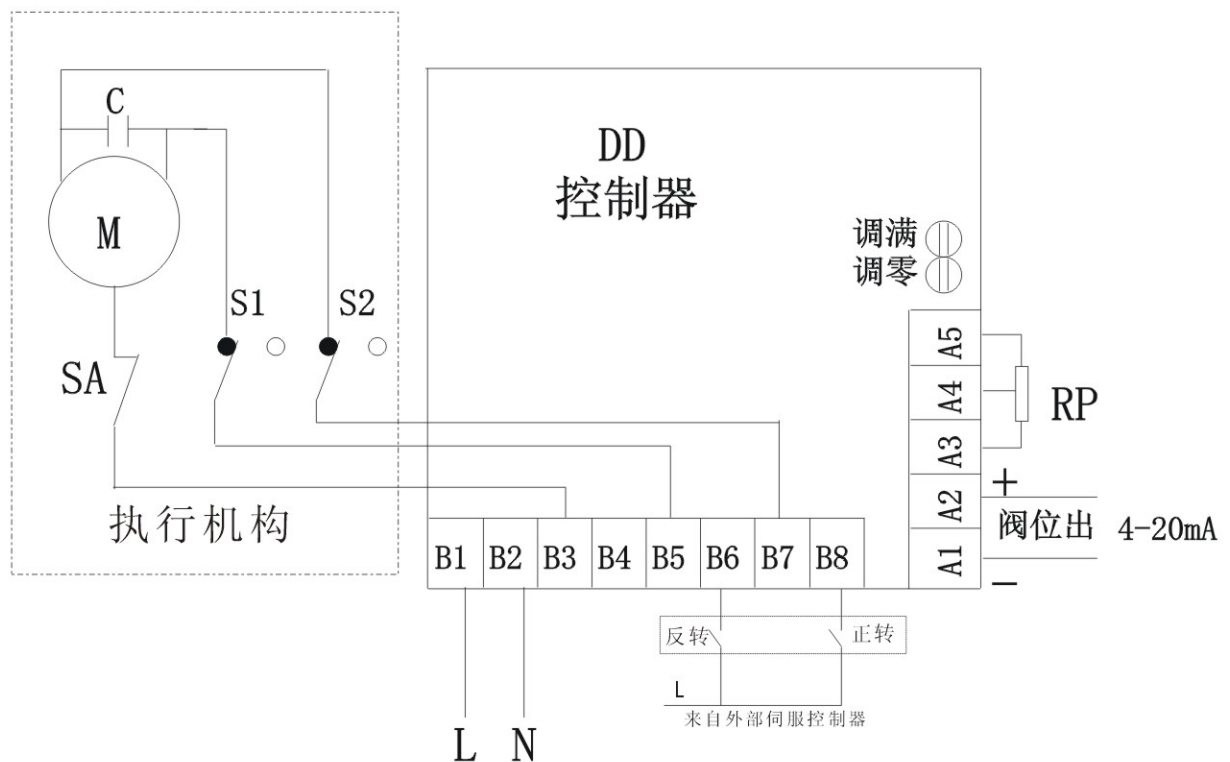

图2
(1) 用两个M3 $\times$ 15的螺丝将DD电动式控制器固定在执行机构的接线盒中。
(2) DD严格区分为信号端子A，电源、动力线端子B。接线时，引线必须从执行机构的锁线孔引入，信号输出接A1、A2端。电源线的相线接B1，中线接B2。阀开线接B7、阀关线接B5。
(3) DD与执行机构内部联接，有六根线，它们分别是三根电位器线和三根电机线。线的连接方法如图2所示。
(4) 输入输出信号线与电源线分开敷设。原则上使用屏蔽电缆。
(5) 外形尺寸：长 $\times$ 宽 $\times$ 高 68 $\times$ 63 $\times$ 44